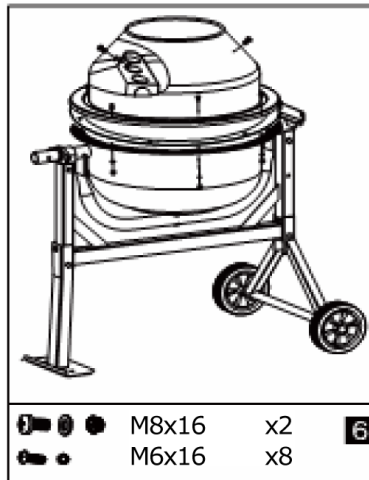

Рис. 12
1. Установите верхний полубак на обод нижнего полубака, убедитесь, что отверстия совместились, и указательные стрелки на корпусе на верхнем и нижнем полубаке сошлись (рис. 12).